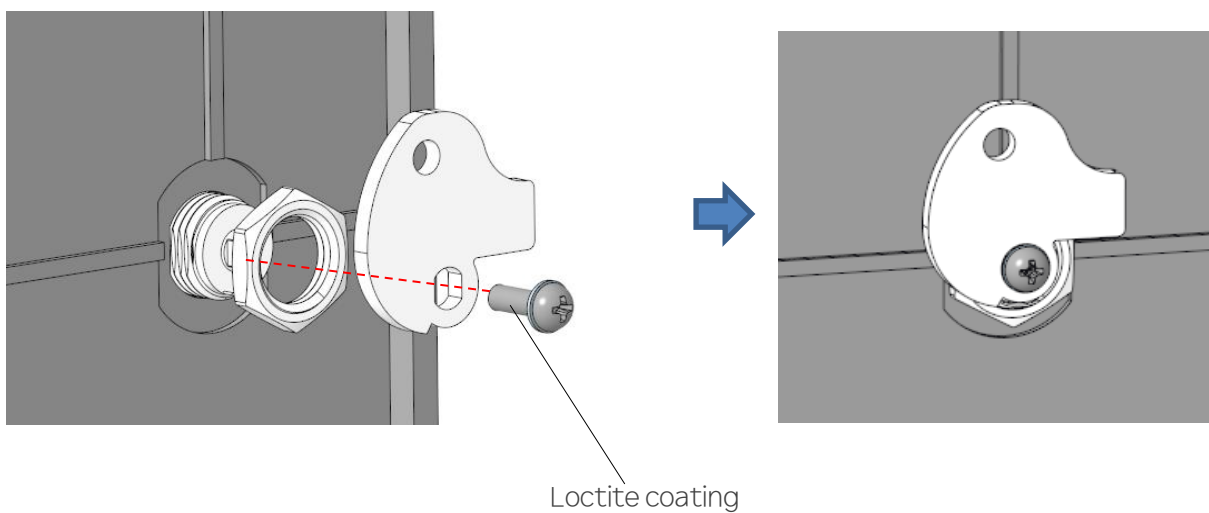

FIG 4
4. Fig 2-5와 같이 Key Lock Nut를 체결 후, key lever를 Fig 2-5의 도시된 방향으로 삽입후 M3 Screw에 Lock-tite 도포 후 체결 하십시오. [FIG 4]
4. Join Key Lock Nut in rear. Insert the Key lever like Fig.2-5 shown direction and tighten them by M3 Screw after coating the Lock-tite. [FIG 4]